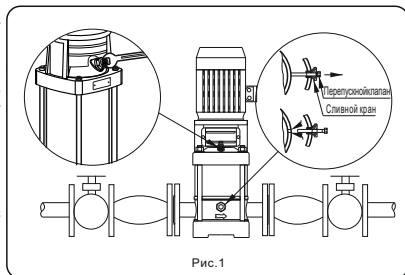

Рис.1
9.2. После выпуска воздуха, следует закрутить выпускной винт с помощью специального инструмента (Рис.1). Перед проведением обслуживания, убедитесь в том, что насос отключен, чтобы предотвратить от случайный пуск.
10.3. При замене сливного клапана, следует сначала раскрутить клапан, затем раскрутить резьбовую пробку, затем закрутить сливную пробку и перепускной клапан (Рис. 1).